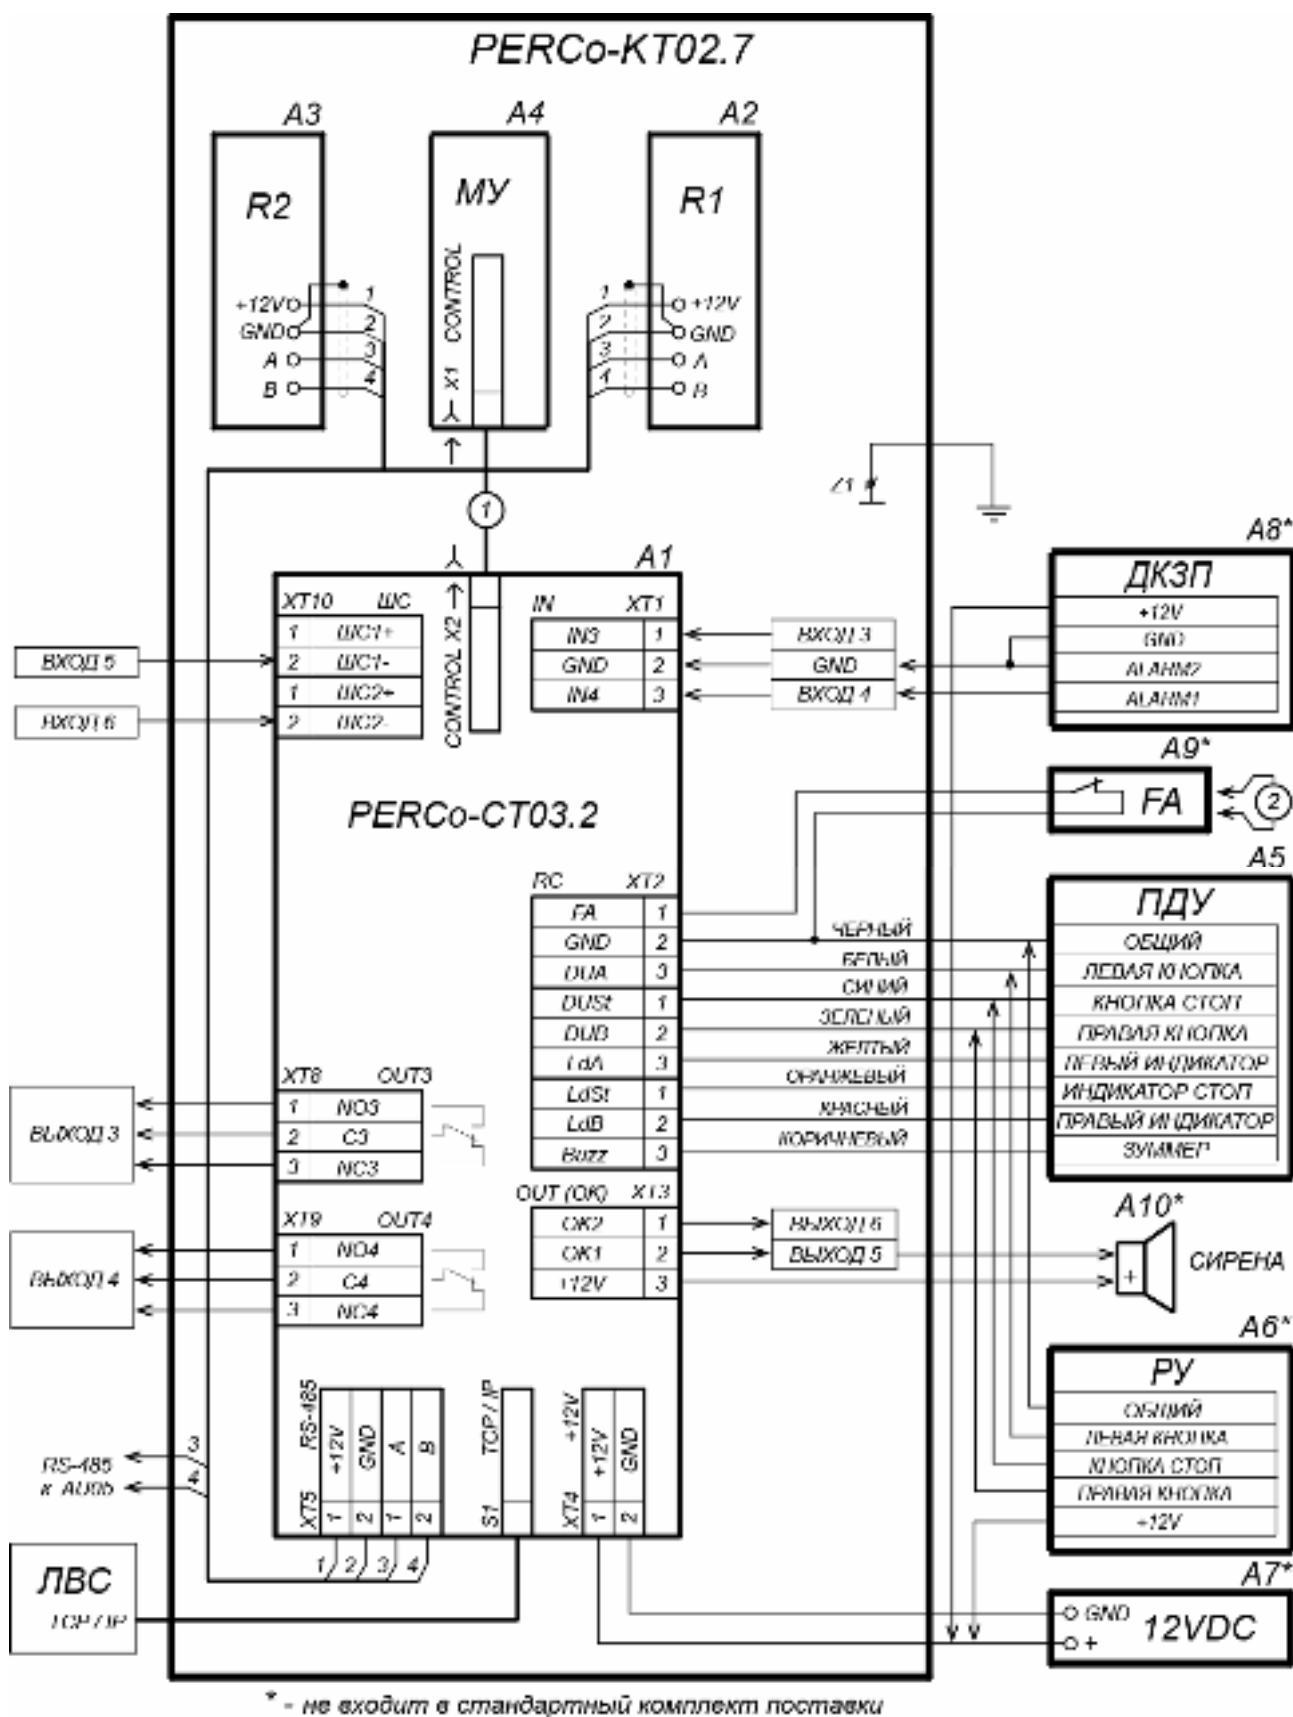

Рисунок 12. Схема подключения ЭП и дополнительного оборудования
Расположение клеммных колодок на нижней плате контроллера ЭП показано на рис. 5, назначение контактов клеммных колодок указано в табл. 1. Схема подключения приведена на рис. 12. Используемые при подключении типы кабелей указаны в табл. 4. При монтаже ЭП придерживайтесь следующей последовательности действий:
- позиционные обозначения A1-A4 и Z – указаны на рис.12
10. Подключите кабель питания (12) к клеммной колодке **ХТ4** на нижней плате контроллера согласно схеме, приведенной на рис. 12.
11. Подключите кабель (10) ПДУ (9) к клеммной колодке **ХТ2** согласно схеме, приведенной на рис. 12.
12. Подключите, при необходимости, кабели от других устройств к соответствующим клеммным колодкам нижней платы контроллера согласно схеме, приведенной на рис. 12.